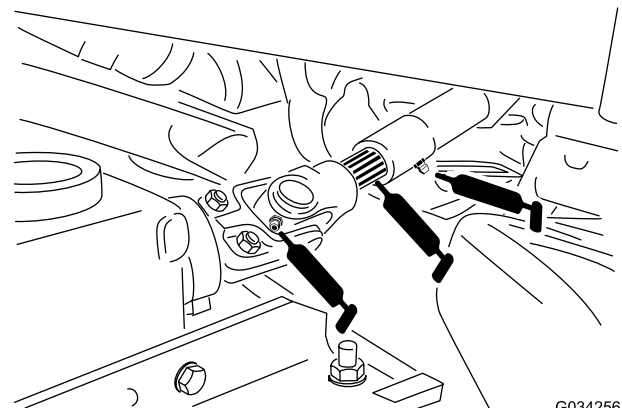

Figure 39
- Arbre à cardan de PDF (Figure 39)